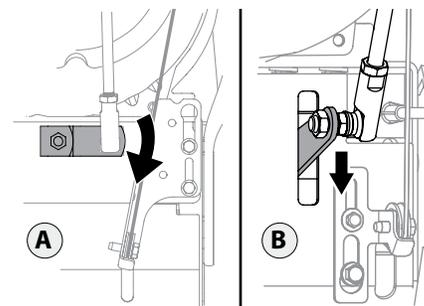

Figure 2-33
9. Assurez-vous que le levier de vitesse, situé à l'arrière de la transmission, est complètement étiré et tourné vers le bas. Voir Figure 2-33, la partie A pour les modèles sans transmission hydrostatique ou la partie B pour les modèles avec une transmission hydrostatique.